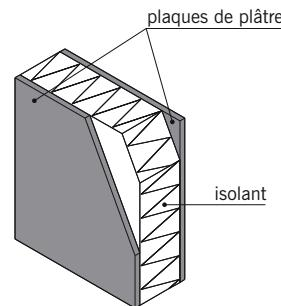

fig. 8.11
■ **Le panneau sandwich** (fig. 8.11) : nom donné aux panneaux préfabriqués composés d'une couche isolante recouverte des deux côtés par une plaque de plâtre. Ce type de panneau, plus rigide qu'un complexe isolant, est souvent utilisé comme doublage.